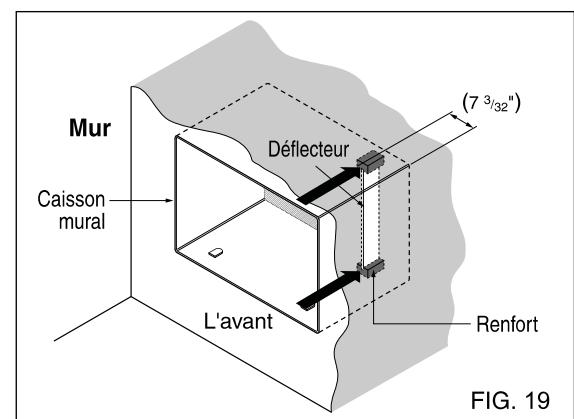

FIG. 19
- 6** Ôtez la protection des renforts et collez-les à l'intérieur du caisson mural, comme le montre Fig 19. Insérez le déflecteur dans la rainure des renforts.